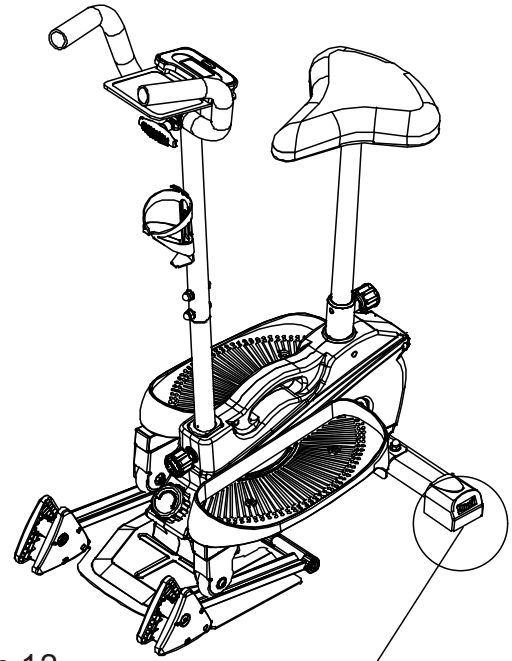

Figure 12
12. Après avoir assemblé tous les composants, vérifiez les vis de chaque partie pour vous assurer qu'elles sont bien serrées avant utilisation. Comme illustré à la Figure 12 :